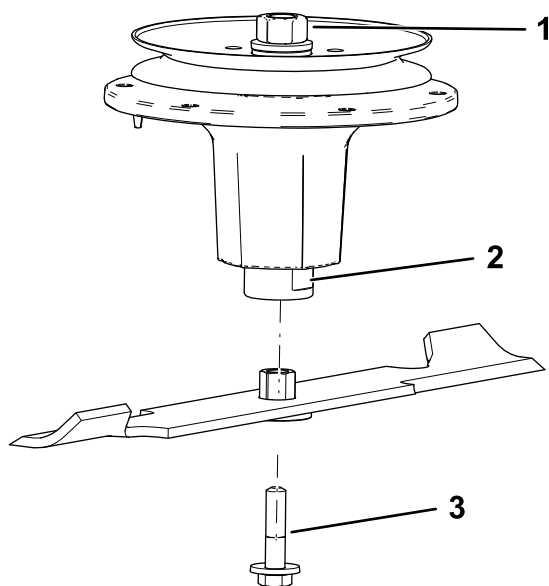

Figura 83
2. Montați ansamblul bucă/lamă pe arborele axului (Figura 83).